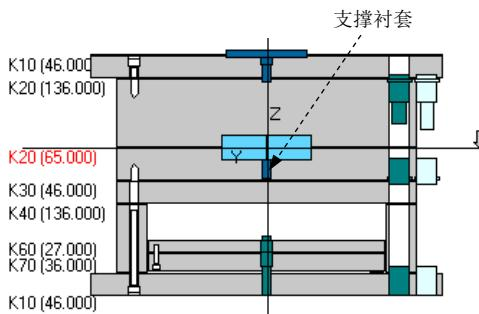

图 30.25 删 除 支 撑 衬 套
Step1. 删除支撑衬套。在“模架定义”对话框的下方单击“删除一个元件”按钮~~√~~，选取图 30.25 所示的支撑衬套为删除对象，此时系统弹出图 30.26 所示的“EMX 问题”对话框，单击按钮。